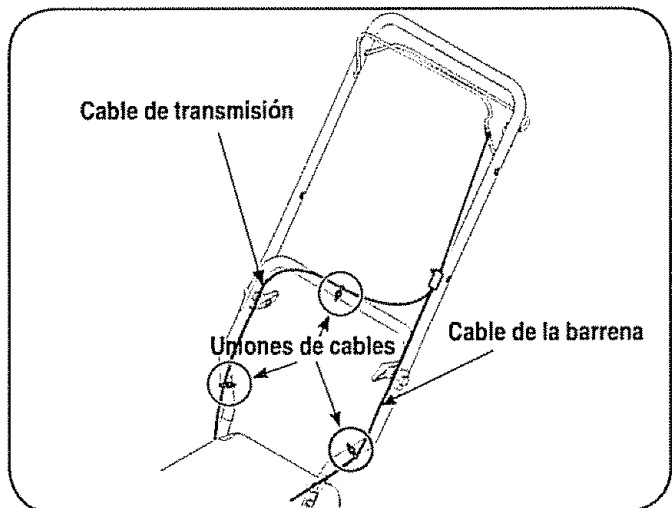

Figura 3
7. Tres lazos de cable han sido usados sueltamente para atar los cables de control al mango inferior. Los lazos de cable de posición ahora, como en la Figura 3, y se aprietan para asegurar cables al mango inferior. Neto de material de exceso de lazos de cable.